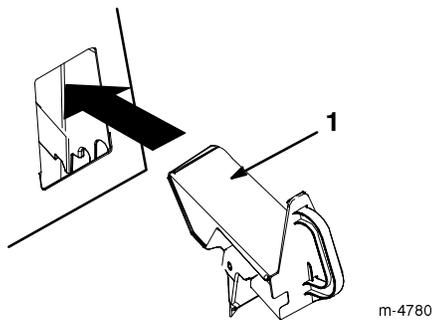

Bild 17
4. Stecken Sie den Recyclerverschluss in die Öffnung, siehe Bild 17.